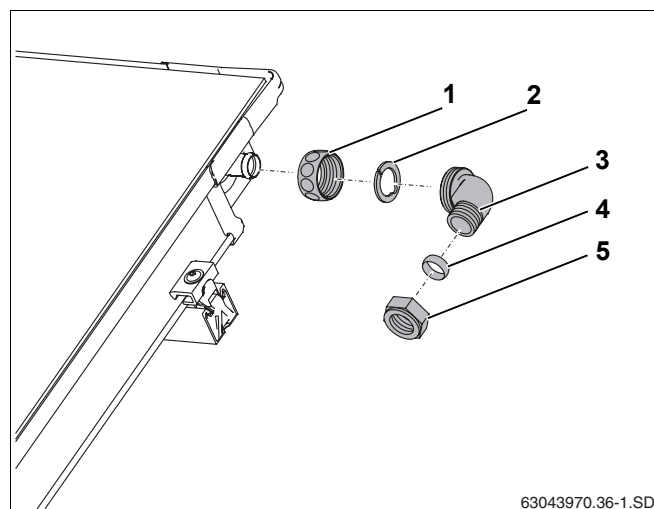

Рис. 57 Монтаж подающей линии (без воздушного клапана на крыше)
- Надеть накидную гайку (рис. 57, поз. 1) на штуцер коллектора.
- Уложить зажимную шайбу (рис. 57, поз. 2) за выступ штуцера коллектора и нажать на нее.
- Прижать уголок с зажимным кольцом (рис. 57, поз. 3) к штуцеру, выровнять и закрутить накидную гайку.